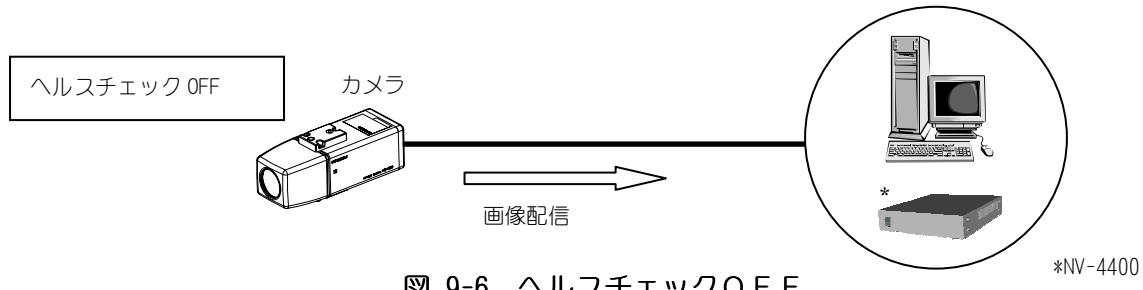

図 9-6 ヘルスチェック OFF
- (1) ネットワークカメラの電源が入ると、図 9-6 に示す様に画像配信を開始します。
- (2) あらかじめマルチキャストアドレスと画像ポートが設定されている必要があります。